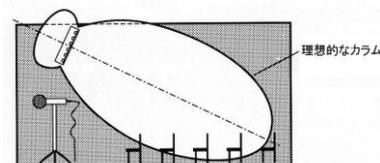

図 2
- 垂直方向については音が収束することで図 2 のように奥の方の座席まで音が到達するようになります。